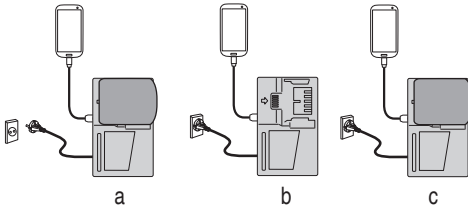

Fig. 12
- Chargement d'un périphérique USB à l'aide d'une batterie (Fig. 12-a)
- Charger un dispositif USB à partir d'une prise électrique (Fig. 12-b)
- Charger un dispositif USB et une batterie à partir d'une prise électrique (Fig. 12-c)